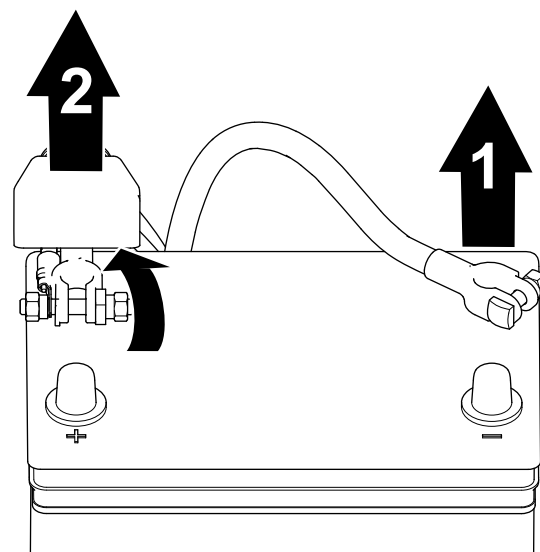

Figure 43
1. Débranchez le câble négatif de la borne de la batterie (Figure 43).
2. Soulevez le capuchon isolant et débranchez le câble positif de la borne de la batterie (Figure 43).